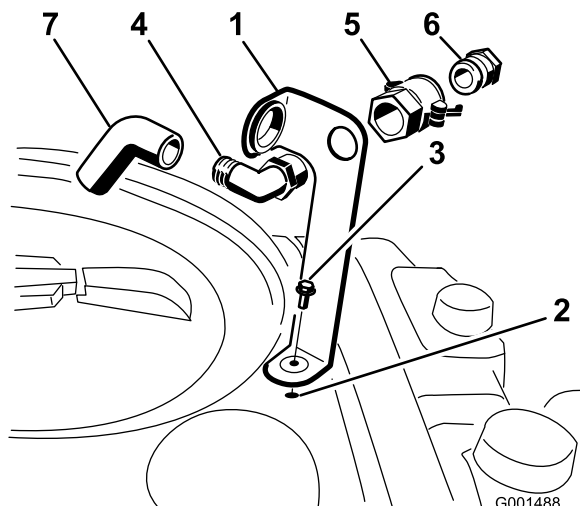

Figura 3
urub cu guler (5/16 x 3/4"), așa cum se arată în Figura 3.
2. Aezai capătul filetat al fittingului cu cot de 90° prin suport și introduceți cuplajul rapid pe acesta, fixându-l pe suport (Figura 3).
3. Montai adaptorul pentru furtun în cuplajul rapid (Figura 3).
4. Blocați adaptorul în poziție prin balansarea manetelor spre adaptor și apoi fixați-le cu tifturile în formă de agrafă (Figura 3).
5. Montați furtunul anti-sifon prin deschiderea mare de pe suport și pe capătul inelat al fittingului cu cote de 90° (Figura 3).